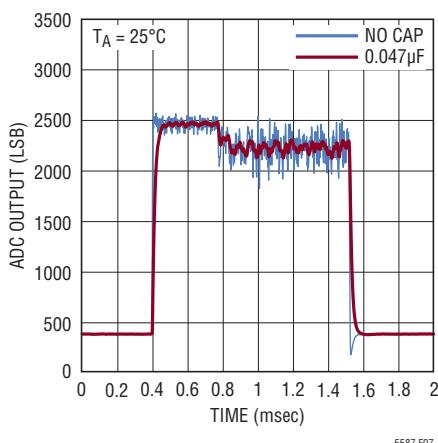

図7. 2.6GHz WiMAX OFDM 802.16-2004の残留リップル
0.047μFの外付けフィルタ・コンデンサを使ってプリアンプルとバースト・リップルを1/3に低減した、2.6GHzのWiMAX信号の過渡応答を図7に示します。プリアンプル部分の平均電力は-10dBmですが、バースト部分の平均電力は3dB低下しています。コンデンサを使用すると、プリアンプル部分のリップルはピーク・トゥ・ピークで約0.5dBになります。使用した変調はOFDM (WiMAX 802.16-2004) のMMDS帯域、帯域幅1.5MHz、256のサイズのFFTおよびQPSK 3/4で1バーストです。